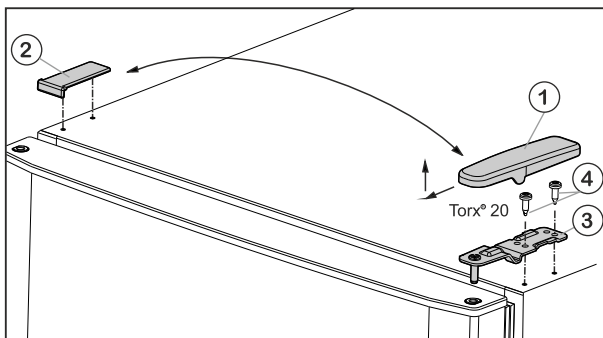

Fig. 6
- ▶ Retirar la cubierta Fig. 6 (1) tirando de ella hacia delante y arriba.
- ▶ Levantar la cubierta Fig. 6 (2).
- ▶ Desatornillar el soporte de rodadura superior Fig. 6 (3) (2 veces para Torx® 20) Fig. 6 (4) y retirarlo tirando de él hacia arriba.
- ▶ Colocar el soporte de rodadura superior Fig. 6 (3) en el nuevo lado de las bisagras de la puerta.
- ▶ Enroscar el soporte de rodadura superior (con 4 Nm) (2 veces para Torx® 20) Fig. 6 (4). En caso necesario, utilizar un destornillador eléctrico.
- ▶ Colocar de nuevo desde fuera la cubierta Fig. 6 (1) en el lado opuesto y encajarla.
- ▶ Colocar desde arriba y encajar la cubierta Fig. 6 (2), respectivamente, en el lado opuesto.